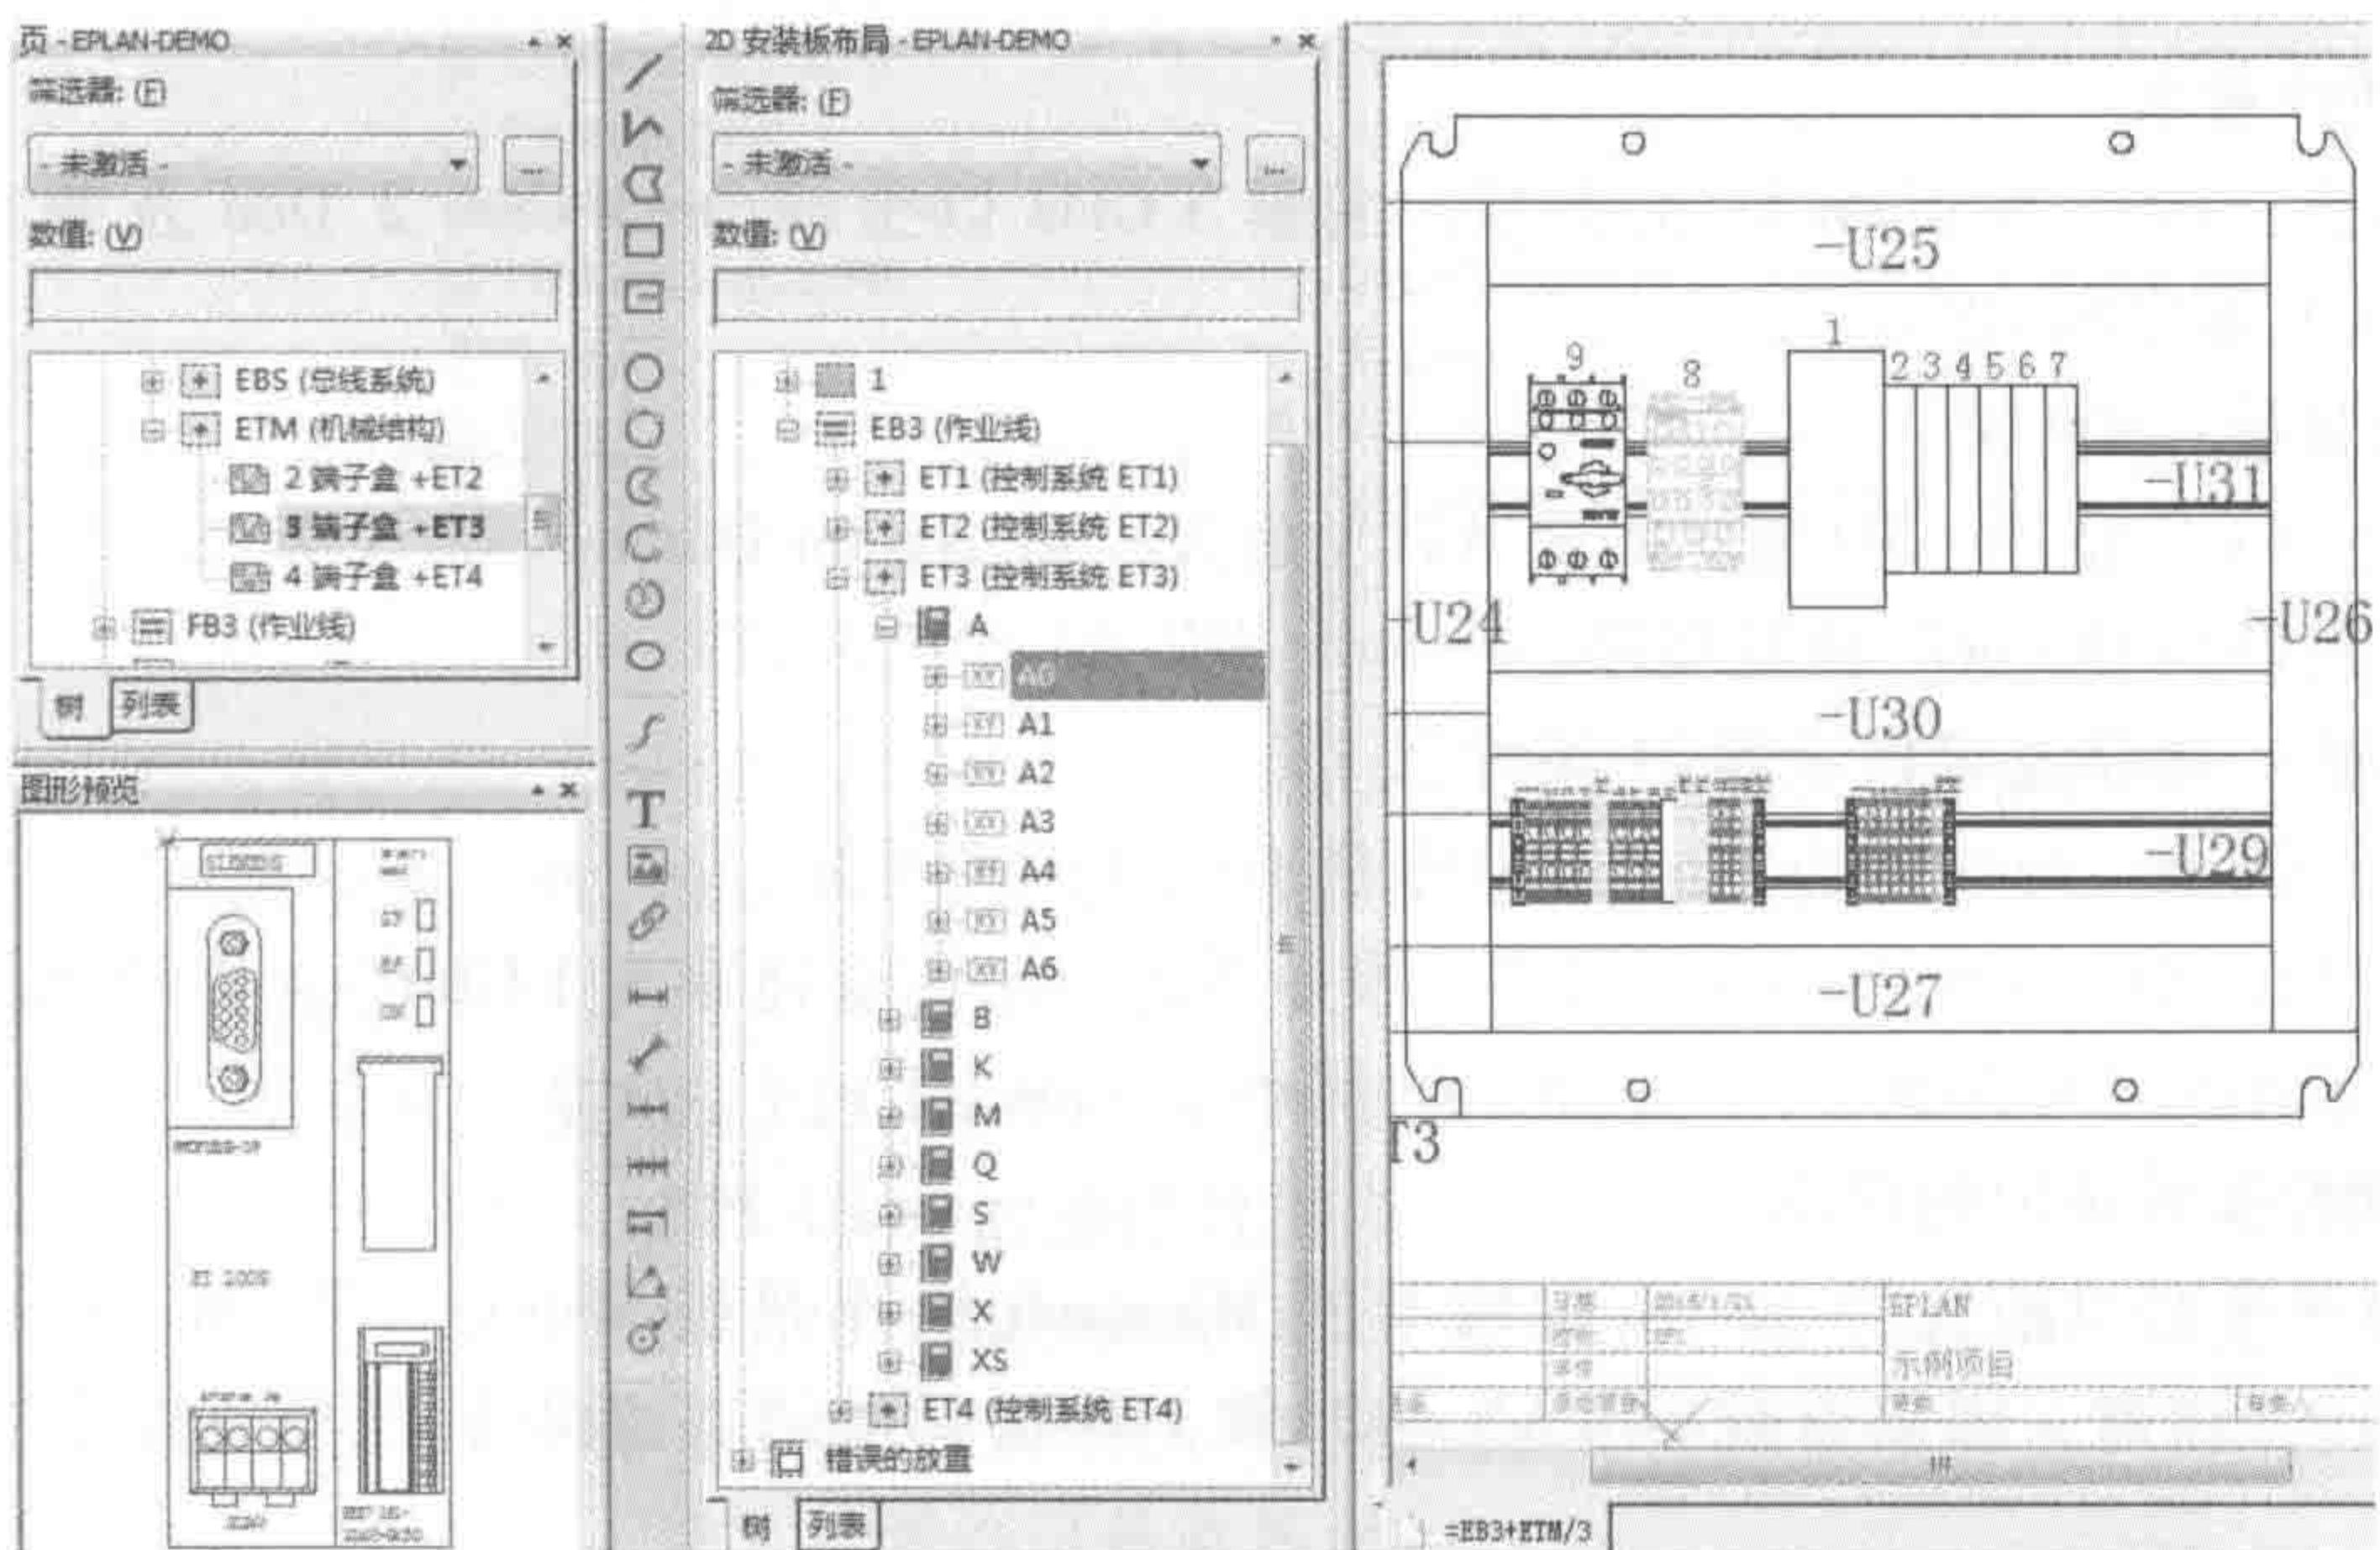

图 1-5 面向安装板的设计
3) 面向安装板的设计：在原理图还没有开始设计前，可以先行设计好安装板，以供生产车间安装使用，然后再进行其他的项目设计，如图 1-5 所示。